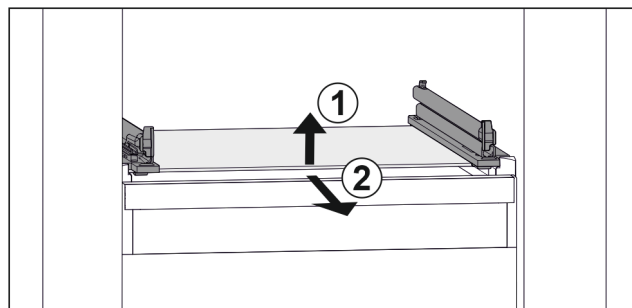

Fig. 43 Przykładowa prezentacja płyty szklanej
- ▶ Unieść płytę szklaną z przodu. Fig. 43 (1)
- ▶ Wyjąć płytę szklaną do przodu. Fig. 43 (2)